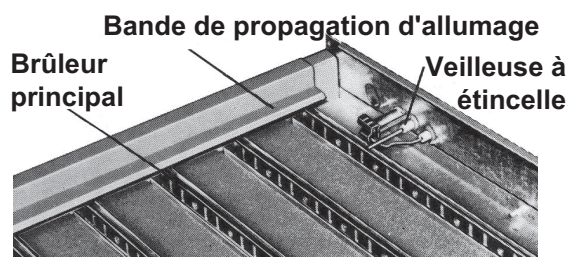

Figure 17. Tiroir à brûleur typique avec veilleuse à étincelle
- **Veilleuse** : La veilleuse horizontale, située côté commande du tiroir à brûleurs (voir **Figure 17**) est accessible après dépose du panneau du compartiment de commande. Les veilleuses sont du type à déflecteur sans peluche. La pression du gaz à la veilleuse doit être la même que la pression dans la conduite d'alimentation (reportez-vous à la section **Pression d'alimentation de gaz**). Au besoin, régler la longueur de la flamme de veilleuse à environ 1-1/4 pouces à l'aide de la vis de réglage de veilleuse dans le corps de la vanne de régulation.